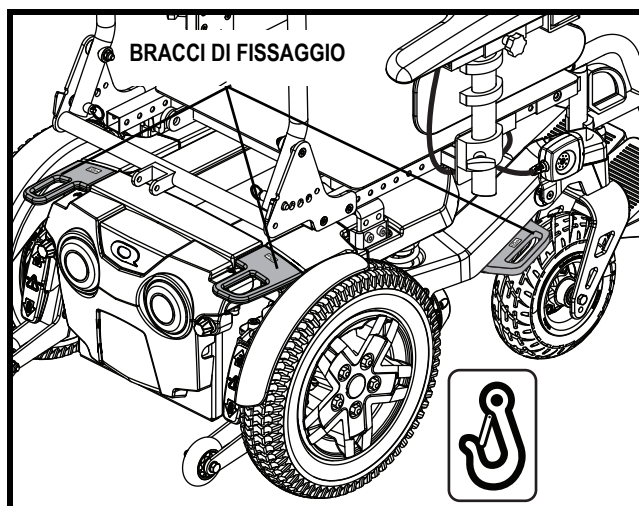

Figura 8. Bracci di fissaggio del sistema di transito
- Unire le quattro fascette di fissaggio solamente ai punti appositamente studiati e contrassegnati per il transito, indicati da simboli ad ancora sulla Carrozzina. Vedere figura 8 e 9. Stringere la fascette in modo da eliminare qualunque allentamento.